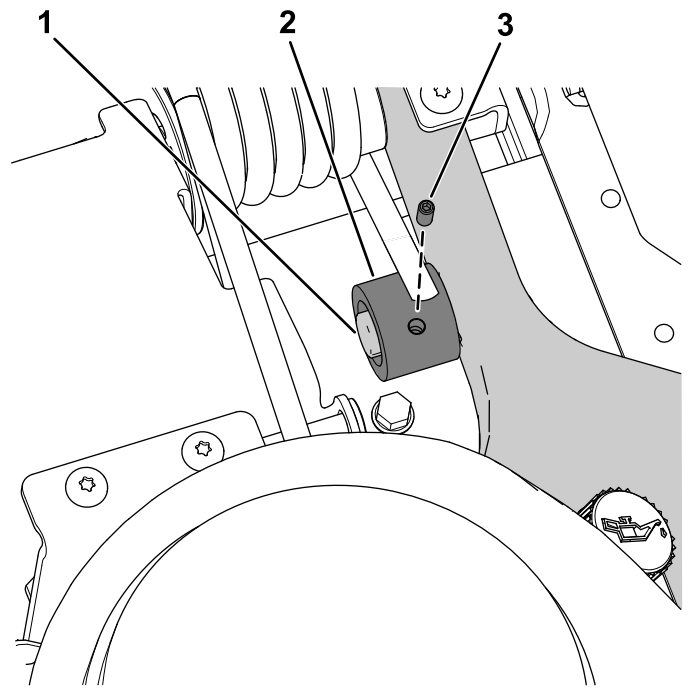

Figure 4
5. Fixez l'entretoise ressort sur le tenon du bras oscillant avec la vis (Figure 4).